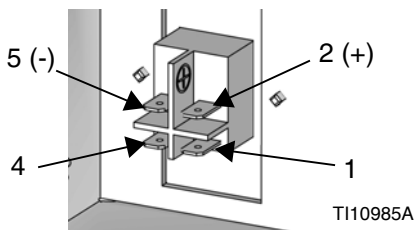
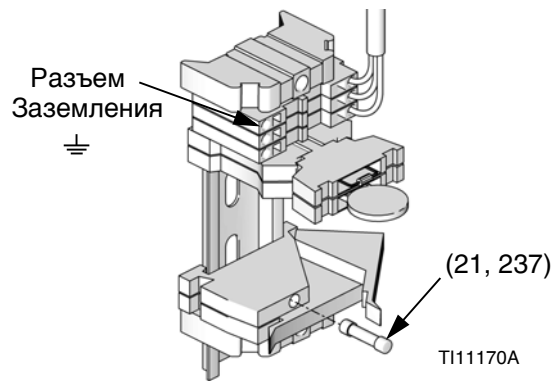

Рис. 40
Рис. 41
5. Подсоедините кабель питания к сети контроллеров (509).
- Подсоедините источник питания 24 В, Класс 2, к разъемам выключателя питания: +24 В пост. тока к разъему (+), а возвратный 24 В пост. тока - к разъему 5 (-). См. Рис. 40. Подключите проводник защитного заземления (РЕ) к разъему с маркировкой \perp . См. Рис. 41. Источник питания 24 В пост. тока должен выдерживать не менее 1, 0 ампер и иметь защиту подающего тока с номинальными параметрами не более 2,5 ампер.
- Установите переднюю и заднюю крышки кожуха (506, 507), стопорные шайбы (504) и винты (503). См. иллюстрации деталей комплекта DataTrak на стр. 49.